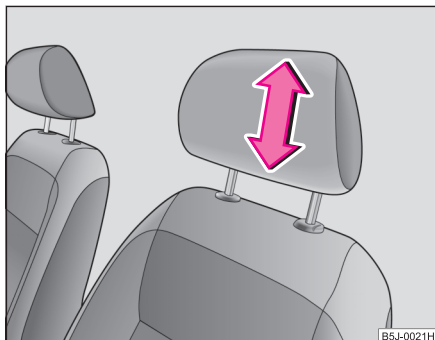

Abb. 50 Kopfstütze einstellen
- Fassen Sie die Kopfstütze seitlich mit beiden Händen an und schieben Sie die Kopfstütze in Achsrichtung der Metallführungsstangen, Pfeilrichtung ⇒ Seite 74, Abb. 50 nach oben oder unten.